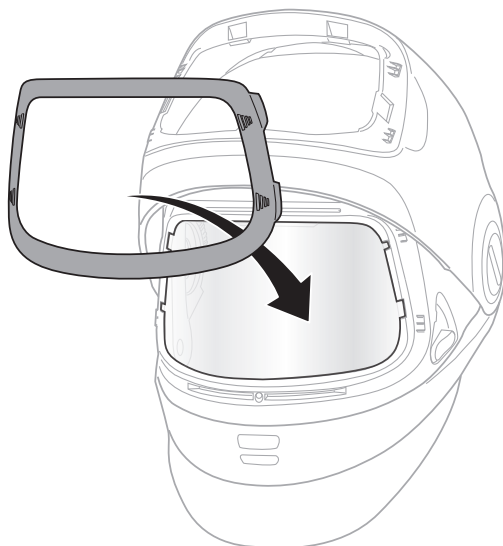

Fig. 12e
- d. Para reinstalar el marco de la visera de amolado, colóquelo sobre la visera de amolado y encájelo en su lugar en las cuatro esquinas, para esto, presione firmemente con el pulgar o el índice (Fig. 12e y 12f).